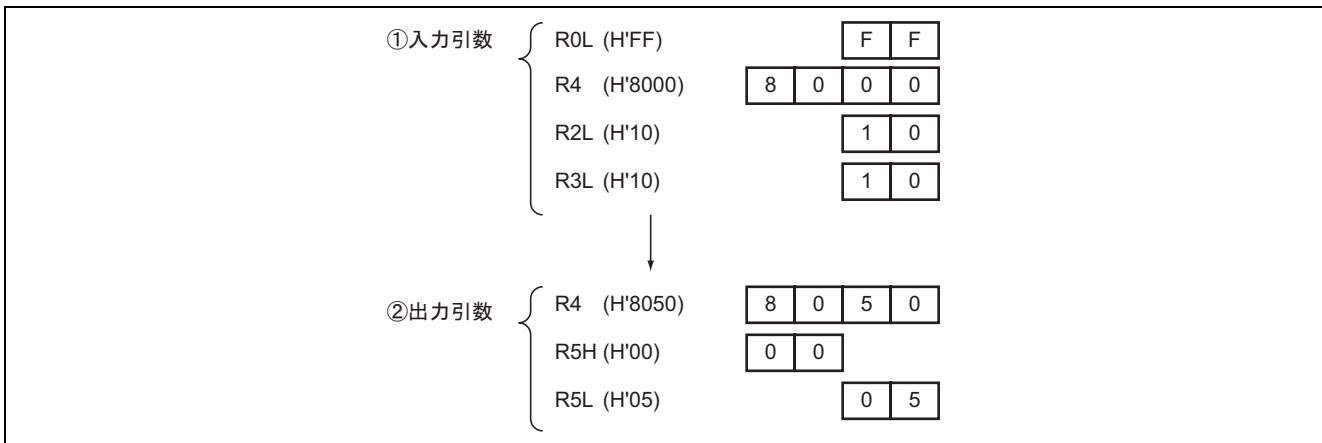

図 1 ソフトウェア ARRAY の実行例
プログラミング仕様のクロックサイクル数は、図 1 の例を実行した場合の値です。
(2) 図 1 にソフトウェア ARRAY の実行例を示します。
入力引数を のように設定すると、図 1 の配列 (16 × 16) を参照し、 のように一致データのアドレスが R4、配列要素 x が R5H、配列要素 y が R5L に設定されます。